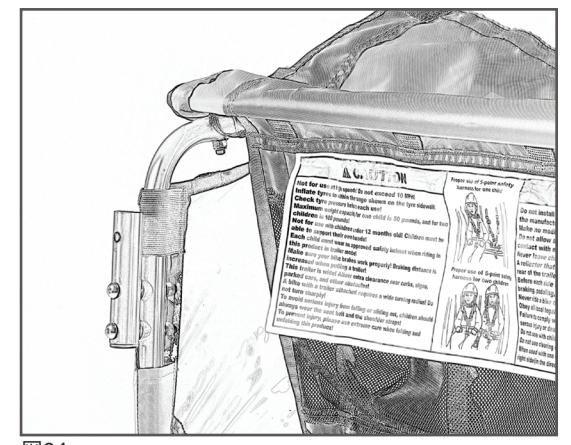

図34
- トレーラーを再び真っ直ぐにし、フレームの後部にブラケットを固定するハンドルバーを探してください(図34)。ハンドルバーのスプリング・ピンを押し、スプリング・ピンがパチッと閉まるまで、ハンドルバー・チューブがブラケット内に滑り込むようにしてください(図35)。くつついたり干渉したりしないよう、ハンドルバーの左右両側を同時に挿入してからスプリング・ピンを押し下げるのが効果的です。そうすると、両側が容易に閉まります。取り外すには、ピンを押し下げてハンドルバーを引っ張るだけです。